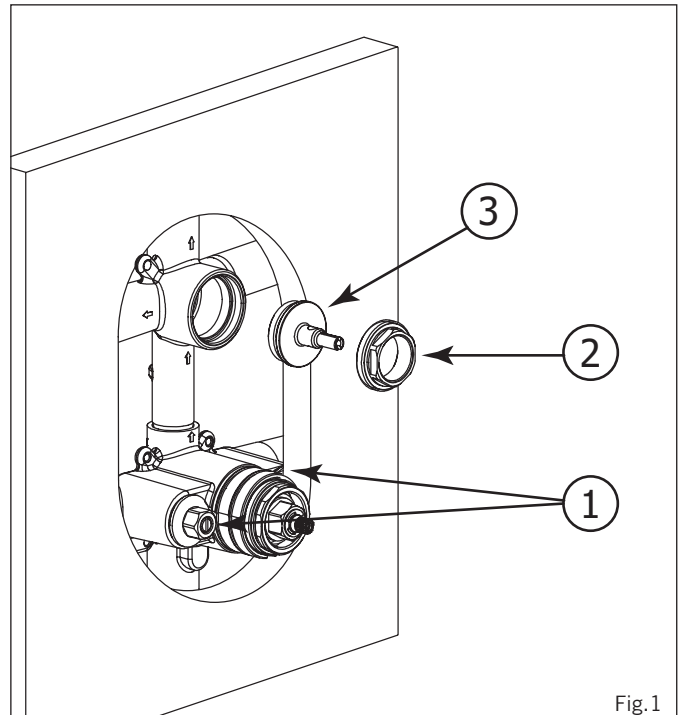

Fig.1
First, shut off the 2 check-valves (1), afterwards, unscrew the large nut (2) and remove the protective plug (3) (see Fig.1).
Premièrement, fermer les 2 valves d'arrêts (1), dévisser ensuite l'ecrou (2) et retirer le capuchon protecteur (3) (Voir Fig.1).